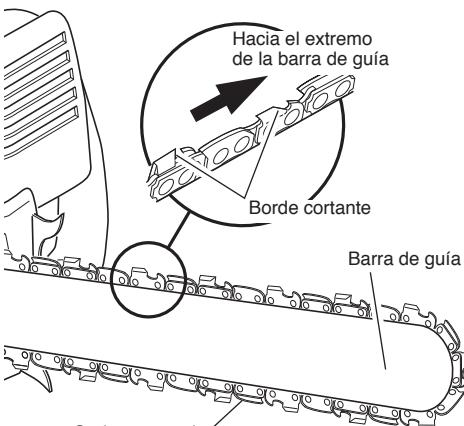

Figura 22 - Dirección correcta de la cadena
- Ponga la cadena serrada alrededor de la rueda dentada, a lo largo de la ranura superior de la barra de guía, y alrededor del extremo de la barra de guía (vea la Figura 22). **Nota:** Asegúrese que los bordes cortantes de la cadena serrada estén mirando en la dirección correcta. Ponga la cadena de tal forma que los bordes cortantes que están sobre la barra de guía miren hacia el extremo de la barra de guía (vea la Figura 22 y el indicador sobre la tapa lateral de la sierra).